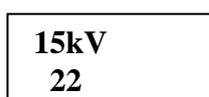

Рис.3
7.5. Испытания проводятся в соответствии с методикой, указанной в ГОСТ Р 51317.4.2-99. Для получения одиночных разрядов следует кратковременно нажимать на кнопку "Пуск", расположенную на передней стороне рукоятки. При этом светодиод на панели управления вспыхивает красным светом. Если кнопку удерживать в нажатом состоянии, зарядка накопительного конденсатора производится с частотой 1Гц или 5Гц, в зависимости от установленного режима запуска. Во время подачи импульсов на дисплее отображается значение зарядного напряжения и количество поданных импульсов от 1 до 255 (см. Рис.3).